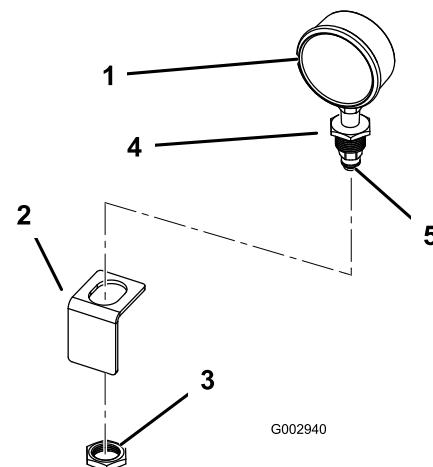

Figura 46
1. Avvolgete del nastro di Teflon in senso antiorario attorno ai filetti del raccordo dell'indicatore e montate il riduttore sull'indicatore (Figura 46).
presente sull'indicatore (Figura 46).
dado a corredo (Figura 46).